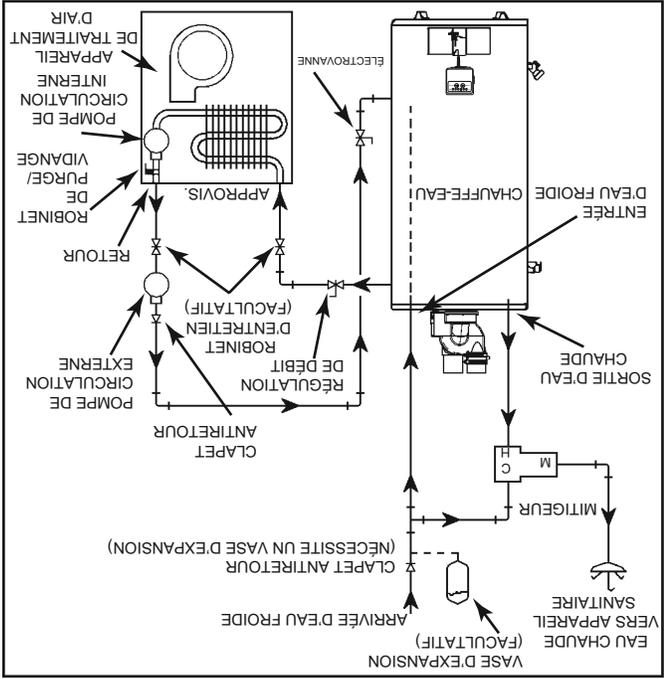
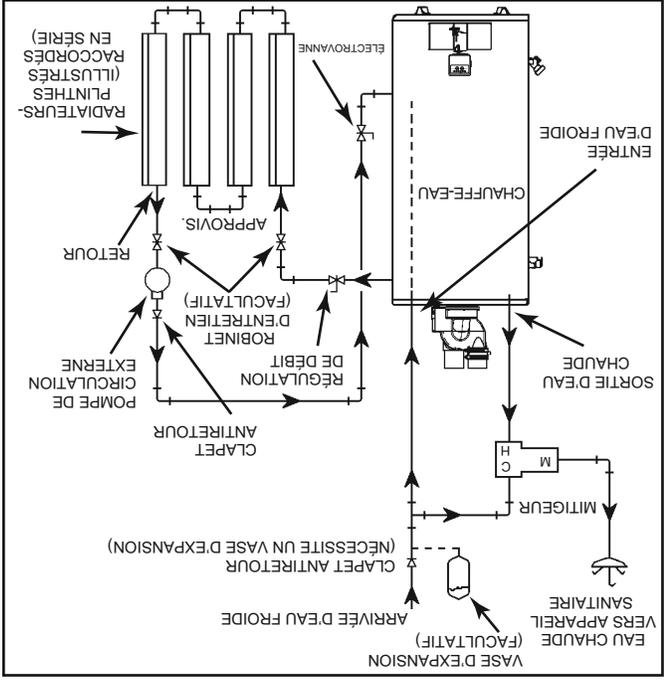

Figure 11.
Figure 12.
8. Les systèmes de chauffage « combinés » nécessitent des températures plus élevées que les autres applications. Si le système est utilisé pour fournir de l'eau à un circuit de chauffage combiné, un moyen de type mitigeur devra être installé pour tempérer l'eau de façon à réduire le risque de brûlure (voir Figure 11 et Figure 12).
- A. Un ventilo-convecteur/appareil de traitement d'air (Figure 11).
- B. Un circuit de radiateurs-plinthes (tubes à ailettes)/chauffage au sol à eau chaude (Figure 12).